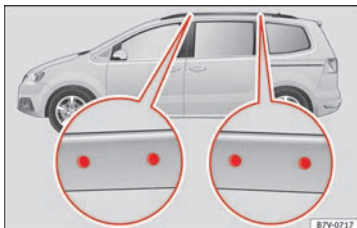

Abb. 99 Befestigungspunkte für Grundträger und Dachgepäckträger.
» **Abb. 99.**
- Die Grundträger nur an den in der Abbildung gezeigten Markierungen befestigen » **Abb. 99.**